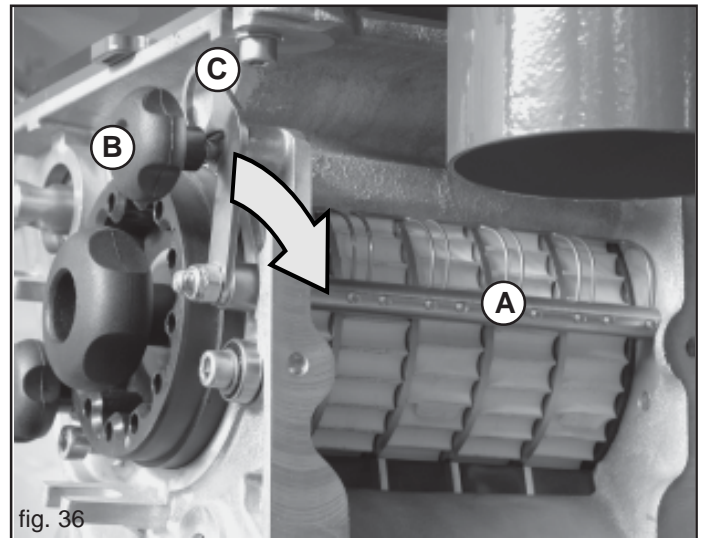

fig. 36
Gli elementi elastici pulenti (A, Fig. 36) vengono usati con il rullo dosatore di colore giallo (mod. F25-125) durante la distribuzione di semi oleosi.
... allentare il pomello (B, Fig. 36), estrarre le leve (C) dalla propria sede e spostarle nel senso della freccia.
- 1) Allentare e togliere il pomello (B Fig. 36), e spostare la leva (C) nel senso della freccia.